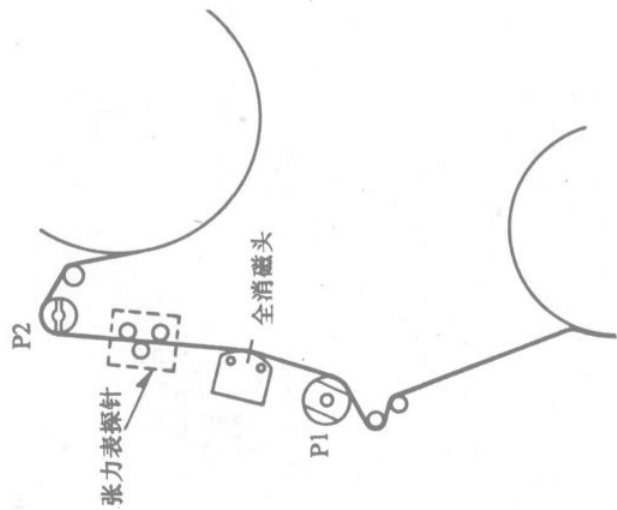

图 45
②在磁带通道上插入张力表，测量磁带反张力为22.5~27.5g，如图45所示。